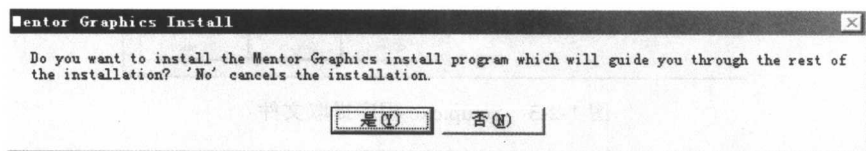

图 1-2-1 Mentor Graphics Install 提示窗口
双击 Setup.exe 安装程序→系统弹出提示窗口询问是否安装，如图 1-2-1 所示，单击“是 (Y)”按钮。